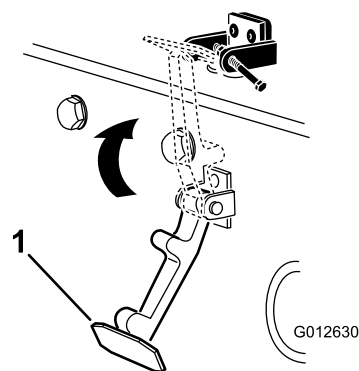

Figura 5
7. Chiudete il cofano e fissate il fermo sulla staffa del fermo del cofano (Figura 5).